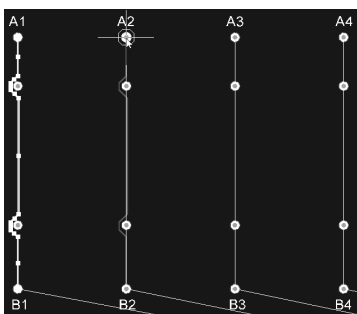

图 14-40 粘贴走线
(5) 将光标移动到焊盘 A2 中心，单击鼠标左键即可粘贴该走线，如图 14-40 所示。